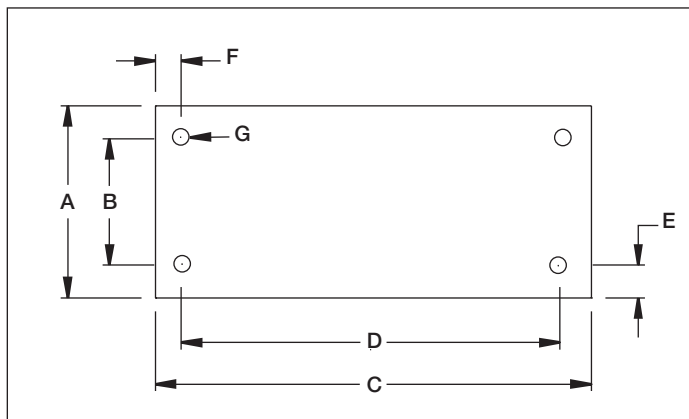

Figur 2, ZG Luftinstallasjon
4.1 Tankens Luftelukk (se figur 2).